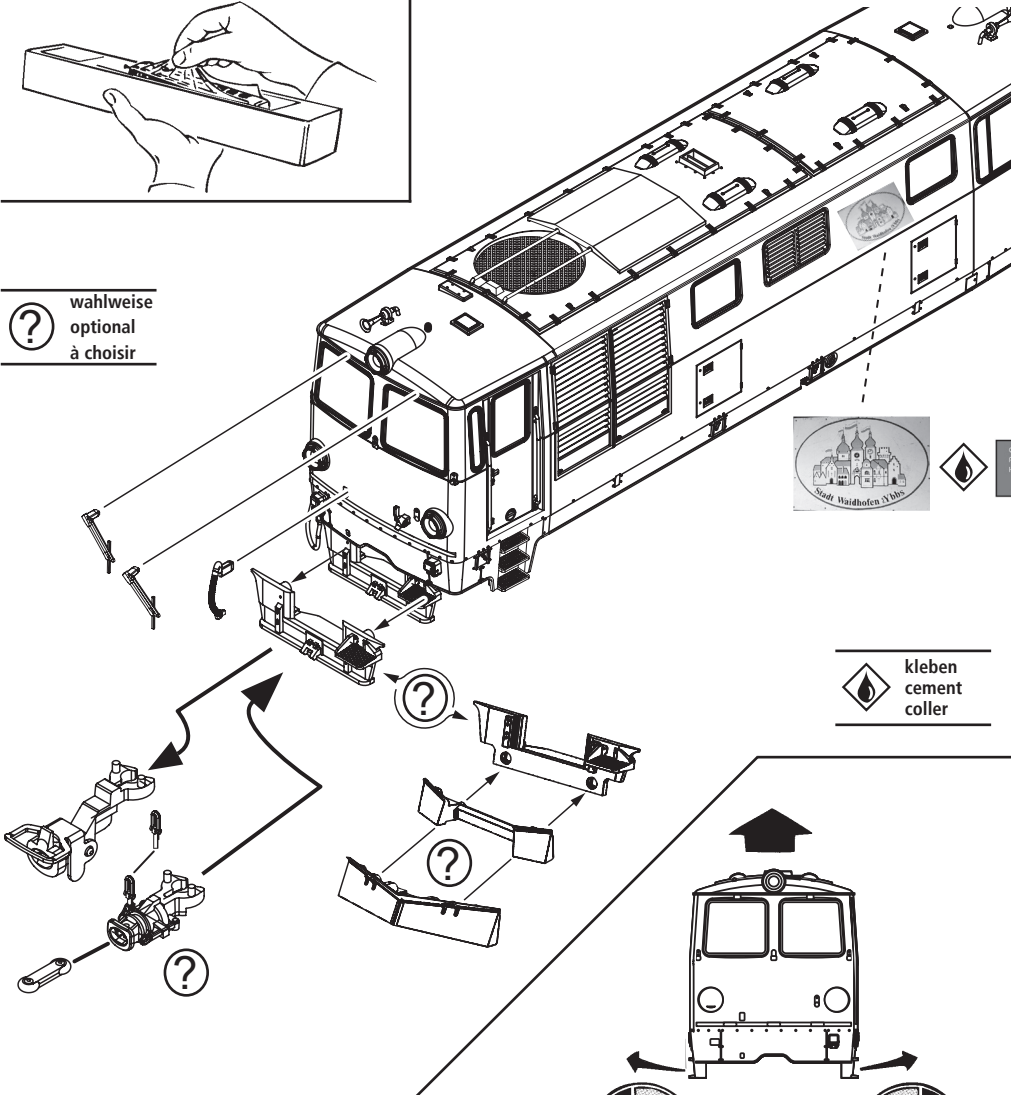

Fig. 3
1. Schmierung: Versehen Sie die im Schmierplan in Fig. 7 gekennzeichneten Stellen mit nur **kleinen Öltropfen**. Dazu zuerst das Lokgehäuse abnehmen (Fig. 3). Wir empfehlen den **ROCO Öler Art.-Nr. 10906**. Fürs Schmieren der Getriebeteile (Zahnräder, Schnecke) empfehlen wir das **ROCO-Spezialfett Art.-Nr. 10905**. Im Falle der Schmierung diese Teile **nicht ölen**.
Mehrzugbetrieb: Zuerst Lokgehäuse abnehmen (Fig. 3). Danach den Brückenstecker aus der Schnittstelle entfernen (diesen sorgsam aufbewahren). Danach den Stecker des Decoders lage-richtig einsetzen (Fig. 4).
3. Kohlebürstenwechsel: Lokgehäuse abnehmen (Fig. 3). Danach wird der Motor ausgebaut und die Kohlebürsten ausgewechselt (Fig. 8).
1. Lubrication: Apply **tiny oil drops** to spots marked in fig. 7. Prior to lubrication dismantle locomotive (fig. 3). We recommend using item no. **10906, Roco oiler**. For lubrication the gearparts (e.g. cogwheels, worm) we should recommended our Roco **special grease** (item no. **10905**).
3. Carbon Brush Changing: First remove loco body (fig. 3), and then the motor (fig. 8).
1. Graissage: N'appliquez **qu'une tout petite goutte** aux endroits indiqués par le plan de graissage (fig. 7) après avoir démonté la caisse de la locomotive (fig. 3). Nous vous recommandons **le graisseur à huile Roco réf. 10906**. Pour graisser les engrenages (roues dentées, vis sans fin) nous vous conseillons la **graisse spéciale Roco réf. 10905** pour engrenages en matières synthétiques. Lorsque vous utilisez cette graisse il faut éviter d'huiler ces composants.
3. Remplacement des balais du moteur: Démontez la caisse (fig. 3). Démontez ensuite le moteur et échangez le balais (fig. 8).
voir } Fig.3